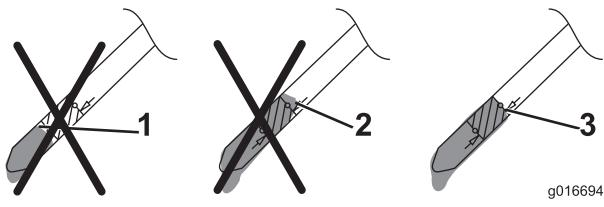

Figure 7
- Si le niveau n'atteint pas le niveau correct, versez **lentement** une petite quantité d'huile dans le goulet de remplissage, attendez 3 minutes puis répétez les opérations 3 à 5 jusqu'à ce que le niveau d'huile soit correct sur la jauge, comme montré à la Figure 7.